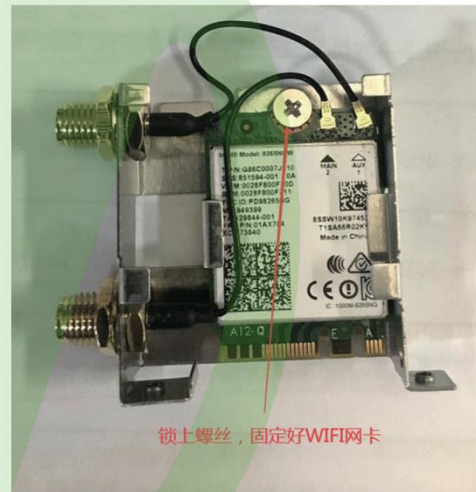

图 2
2. 将 WIFI 网卡的螺孔位对准 WIFI 铁壳的螺柱位置，WIFI 网卡走 WIFI 天线链接线和铁壳卡扣下面慢慢往上推，推 WIFI 网卡进入时注意不要卡到链接线，如下图 2 所示：